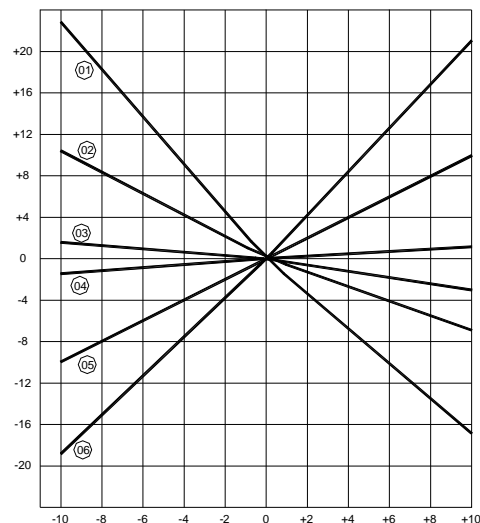
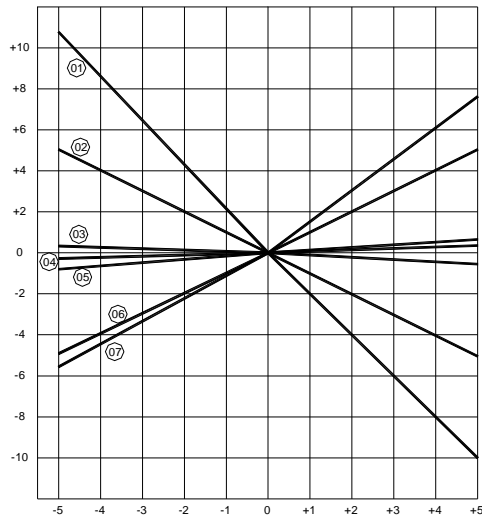

Рисунок 2.2. Изменение напряжения в процентах
Рисунок 2.3. Изменение частоты в процентах
Кривые на Рисунок 2.2 и Рисунок 2.3 отражают влияние изменений напряжения и частоты на рабочие характеристики двигателя.
Условные обозначения на Рисунок 2.2:
**Условные обозначения на Рисунок 2.3:**
Данные на Рисунок 2.2 и Рисунок 2.3 являются оценочными и могут изменяться в зависимости от типа двигателя.